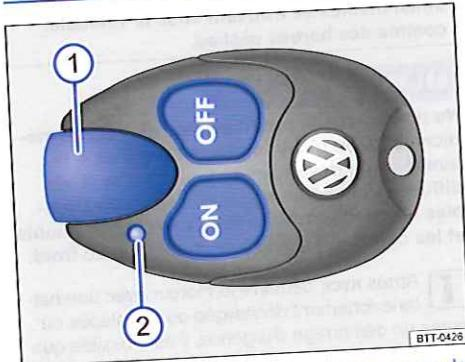

Fig. 201 Chauffage stationnaire : radiocommande
Vous obtiendrez la portée maximale en tenant la radiocommande avec l'antenne ⇒ **fig. 201** **①** à la verticale vers le haut. Veillez à ne pas mettre les doigts ou la main sur l'antenne.